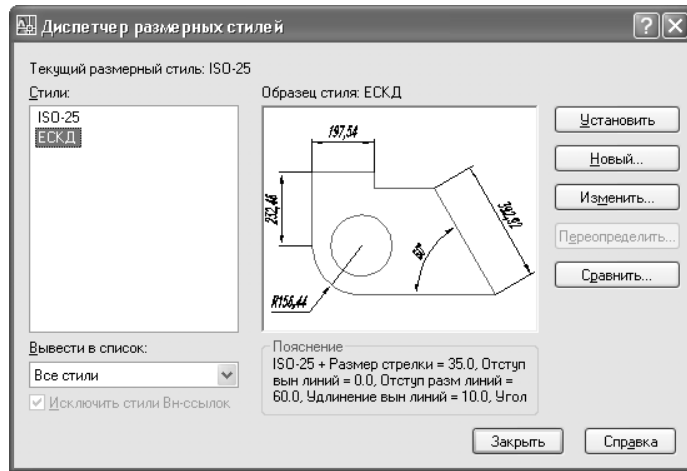

Рис. 11.8 ▼ Окно Диспетчер размерных линий (Dimension Style Manager) с новым стилем ЕСКД
- Вы снова вернетесь к окну **Диспетчер размерных линий** (Dimension Style Manager), в котором теперь появится новый стиль **ЕСКД** (рис. 11.8). По-